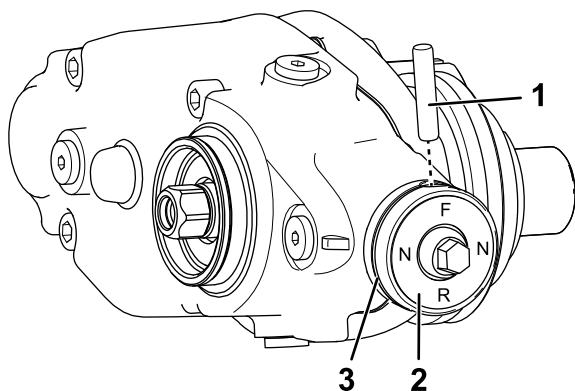

Figure 15
- A. Retirez le joint torique du bouton d'embrayage (Figure 15).
- B. Retirez la goupille de sécurité qui fixe le bouton d'embrayage à l'arbre d'actionneur (Figure 15).
- D. Montez le bouton d'embrayage sur l'arbre d'actionneur au moyen de la goupille de sécurité (Figure 15).